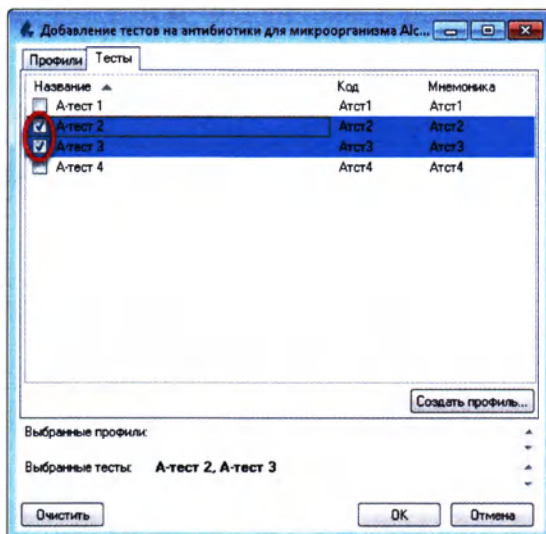

Рисунок 8.7
3. В окне «Добавление тестов на антибиотики для микроорганизма» выберите необходимый тест или тесты (Рисунок 8.7):